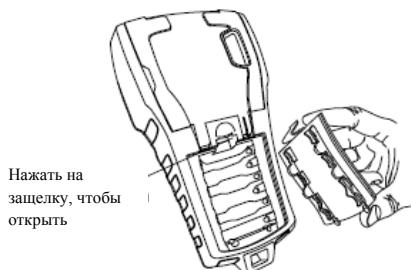

Рисунок 3.
См. Рисунок 3.
- Вставить блок батарей в батарейный отсек. См. Рисунок 3.